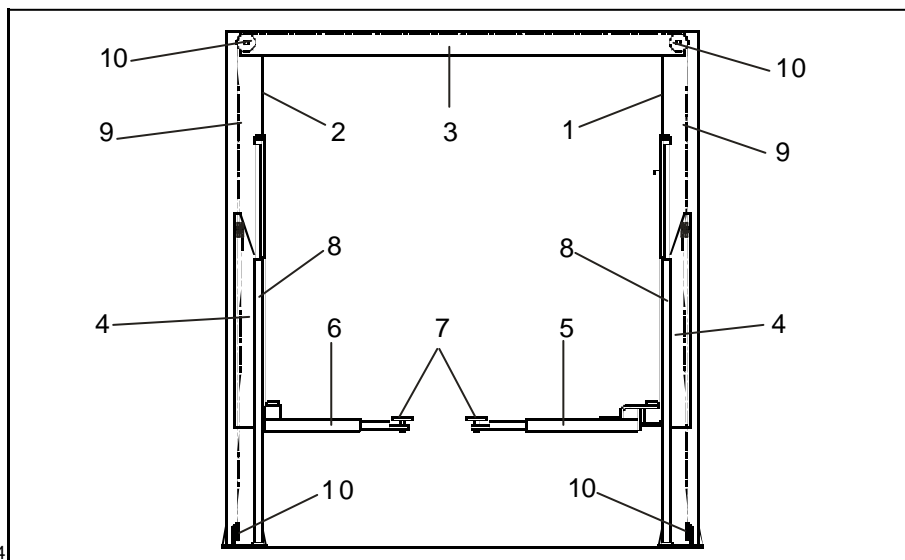

Fig.4
GRUPPO STRUTTURA FISSA (Vedere Fig.4)
FIXED STRUCTURE (Fig.4)
GRUPPI MOBILI (Vedere Fig.4)
GRUPPO SOLLEVAMENTO (Vedere Fig.4)
- Un dispositivo di sincronismo per la corsa dei carrelli costituito da un sistema di 2 funi (rif.9 Fig.4) e 6 carrucole di rinvio (rif.10 Fig.4).
MOVING UNITS (see fig.4)
LIFT UNIT (see fig.4)
- A synchronous device to control the carriage movement. The system consists of 2 cables (ref. 9, fig.4) and 4 return pulleys (ref.10, fig.4)